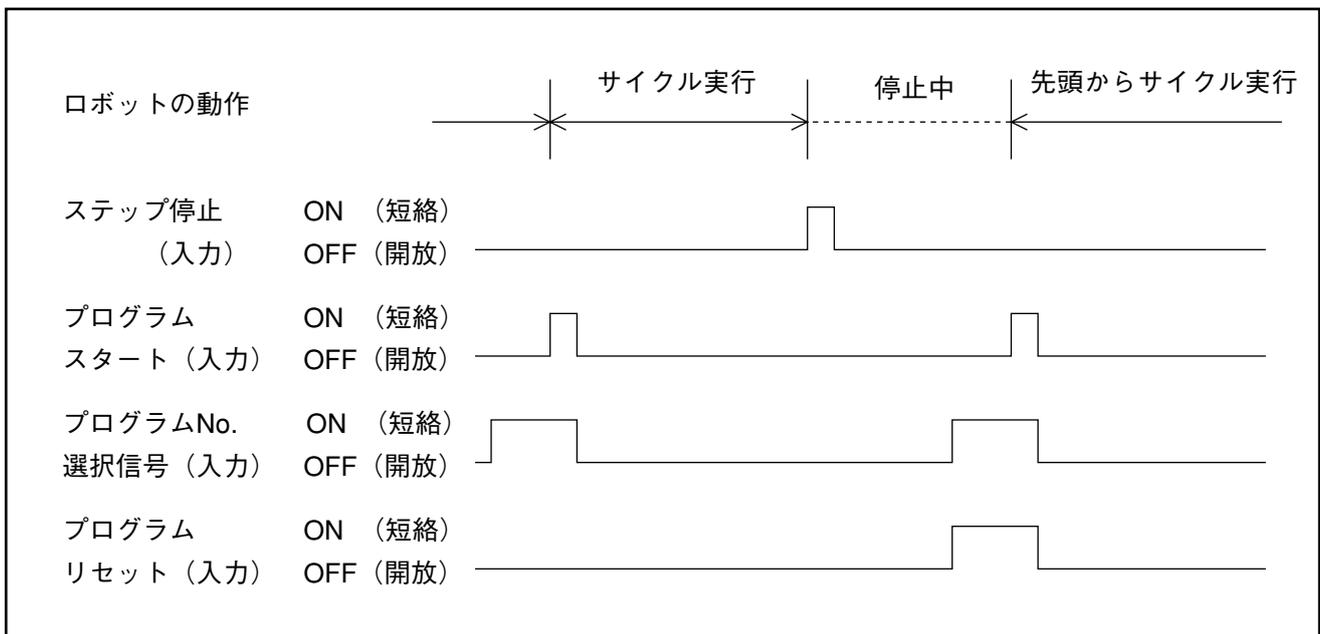

図5-35 プログラムリセット信号の入力条件と動作
- ①入力条件と動作のタイミングチャートを図5-35に示します。
- ②プログラムリセット入力はプログラムNo選択信号と併用し、また、プログラムスタート信号より先に（1ms以上）入力してください。
- ③ロボットがスタートしてから（プログラムスタートリセットが出力されてから）OFFしてください。
- ④中断したプログラムNoと、同じプログラムNoを先頭から実行する場合にも、プログラムNo選択信号は必要です。